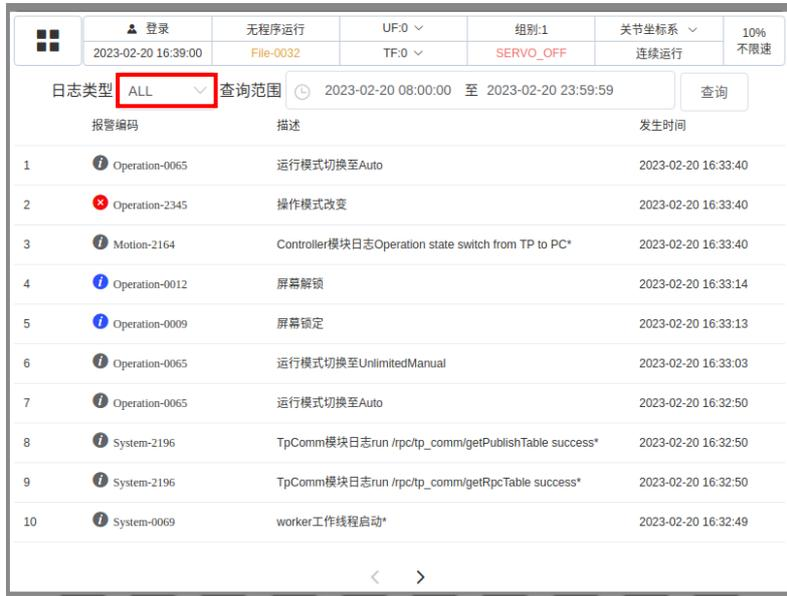

图 3.3 报警历史页面
2. 点击历史事件后可以看到当前报警日志，并且可以查看报警历史，如图 3.3 所示。
3. 查看历史事件后，可以看到所有类型的报警编码及其他信息。点击图 3.3 红框处可以筛选报警类型。